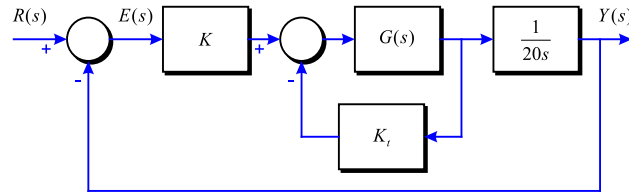

Figura 3-7
**Problema 56** Donat el diagrama de blocs del sistema de control representat a la Figura 3-7, on: